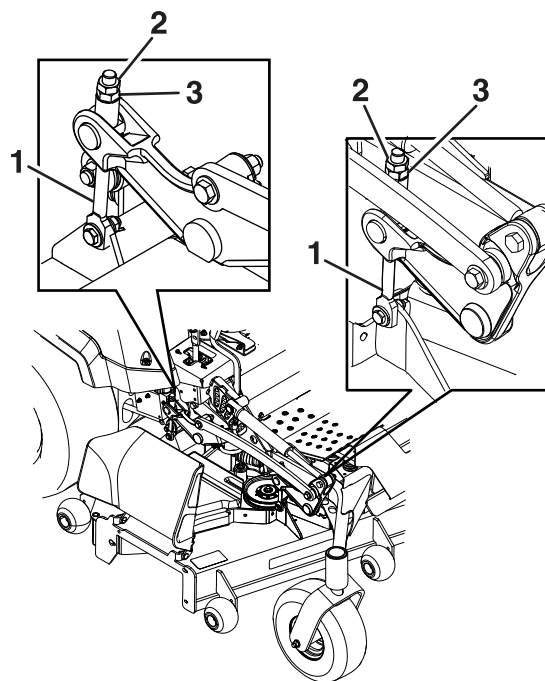

Figure 85
9. Ajustez précisément le serrage de l'écrou de réglage sur l'ensemble de levage du tablier avant (Figure 85).